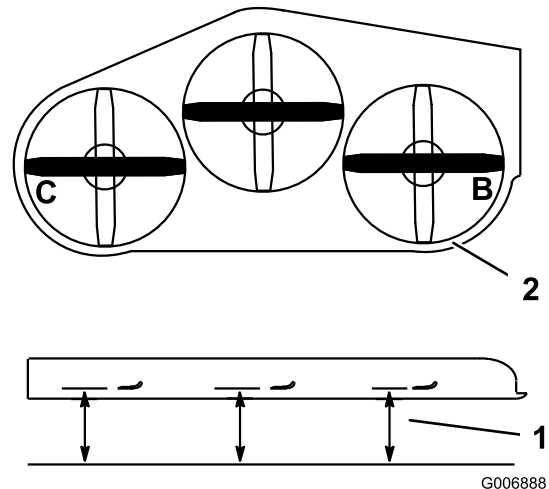

Figura 80
- Coloque la cuchilla derecha en posición lateral (Figura 80).
- Mida en los puntos B y C desde una superficie nivelada hasta el filo de corte del extremo de la cuchilla (Figura 80).
4. Coloque la cuchilla izquierda en posición lateral (Figura 80).
5. Mida la cuchilla izquierda en la posición C (Figura 80) desde una superficie nivelada hasta el filo de corte del extremo de la cuchilla.